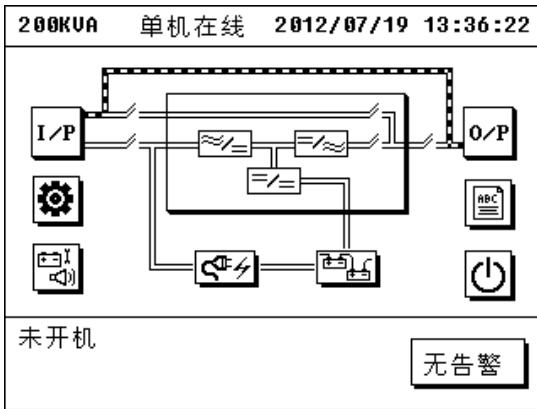

Рис. 3.20 Maintenance Bypass Mode
2. Снимите крышку с размыкаталя сервисного байпаса, замкните размыкатель сервисного байпаса, разомкните выходной и батарейный размыкатели. Теперь ИБП находится в сервисном режиме работы. Поток энергии изображен на рис. 3.20: